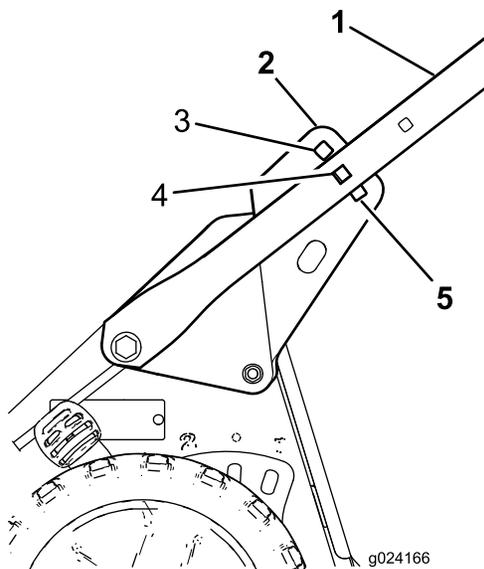

Figure 5
- Tenez-vous à la position d'utilisation pour déterminer quelle hauteur du guidon vous convient le mieux (Figure 5).